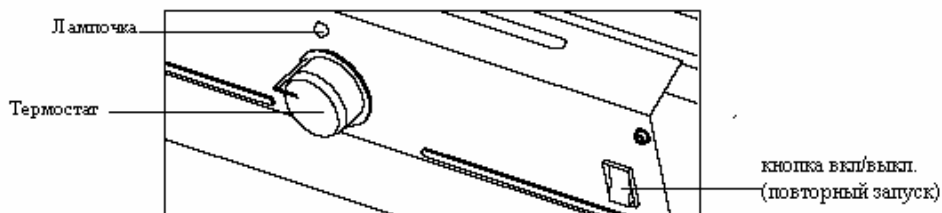

Рис. 5 Кнопка повторного зажигания
Если этого не произойдет, нажмите кнопку повторного зажигания (см. рис. 5).
5. Установите термостат в требуемое положение. Если нагреватель не запустился, то, возможно, термостат установлен на слишком малое значение. Чтобы пустить нагреватель, поверните ручку термостата в сторону больших значений. Если ручка термостата находится в положении «Гор.», а нагреватель все же не запускается, нажмите кнопку повторного зажигания (см. рис. 5).